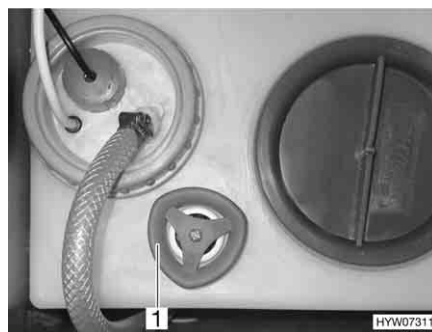

Fig. 196 Serbatoio dell'acqua con maniglia girevole
- Sul serbatoio dell'acqua ruotare la maniglia girevole (Fig. 196,1) in senso antiorario, per aprire l'apertura di scarico.